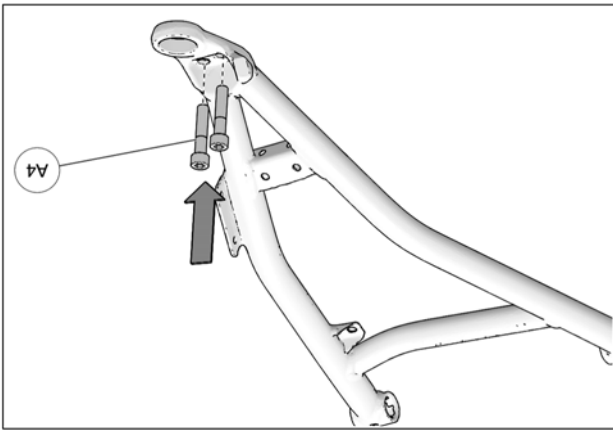

Fig. 14
4. Soulever le bras de suspension supérieur et insérer deux vis à six pans creux (A4) dans le bras inférieur, comme montré à la Fig. 14